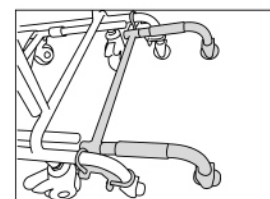

図3
(3) 安全ベルトの付け方 (オプション)
- ① 左右どちらでも使用できます。
- ② 対象者の座高に合わせ、肩の位置で合わせてください。
(4) 転倒防止金具 (オプション) (図3)
- ① 取付は販売店で行ってください。
- ② リクライニング時の安定性が良くなります。